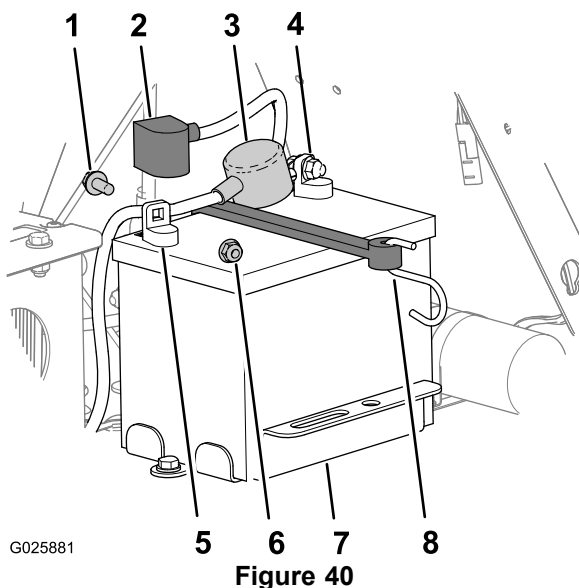

Figure 40
3. Sur la batterie, soulevez le capuchon noir situé sur le câble négatif (Figure 40).
4. Débranchez le câble négatif de la borne négative (-) de la batterie et retirez le câble de la batterie (Figure 40).
5. Enlevez le capuchon rouge de la borne positive de la batterie (Figure 40).
6. Débranchez et retirez le câble positif (rouge) de la batterie (Figure 40).
7. Détachez le crochet de la barrette du support de la batterie (Figure 40), et déposez la batterie.
1. Placez la batterie sur la machine (Figure 40).
3. Reliez le câble positif (rouge) à la borne positive (+) de la batterie au moyen d'un boulon à embase et d'un écrou à embase (Figure 40).
5. Reliez le câble négatif et le câble de masse à la borne négative (-) de la batterie avec un boulon à embase et un écrou à embase (Figure 40).